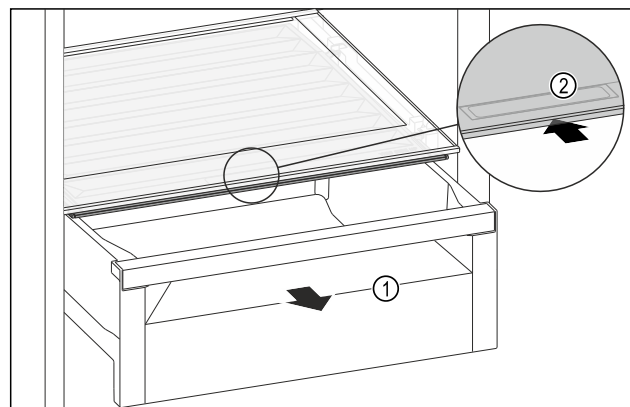

Fig. 176
- Retirer le tiroir Fig. 176 (1).
- Saisir la poignée encastrée Fig. 176 (2) du couvercle du compartiment et pousser le couvercle du compartiment vers l'arrière.